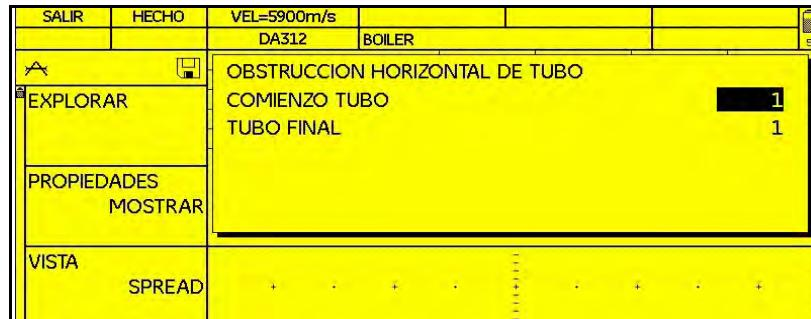

Figura 23: Opción Configurar OBSTRUÍDO
**Nota:** si se está midiendo tubos aleteados y los registra en un archivo caldera, puede insertar automáticamente "OBSTRUÍDO" en una serie designada de posiciones C (centrales). Configure el archivo con la opción "Puntos en tubo" determinada en "L, C, R" (izquierda, centro, derecha). En la posición específica de datos central (c), pulse F3 (OBSTRUÍDO). Aparecerá una pantalla similar a la Figura 23 de abajo. Introduzca el número del tubo final para que la última posición central contenga OBSTRUÍDO. Así, el DMS Go inserta OBSTRUÍDO en las posiciones centrales designadas. Es posible que el usuario tenga que adjuntar el comentario "ALETEADO" a todas las posiciones obstruidas.